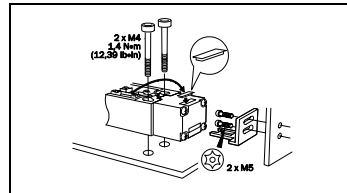

Abb. 1: Montage des Sicherheitsschalters
- Sicherheitsschalter mit Schrauben 2 x M4 mit 1,4 Nm anziehen (siehe Abb. 1).